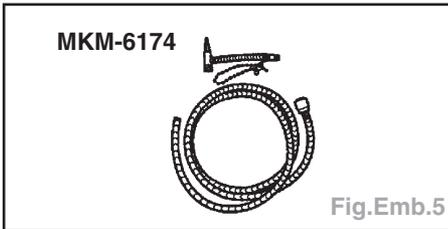

Fig.Emb.5
- Outil nécessaire (Fig.Emb.5) :